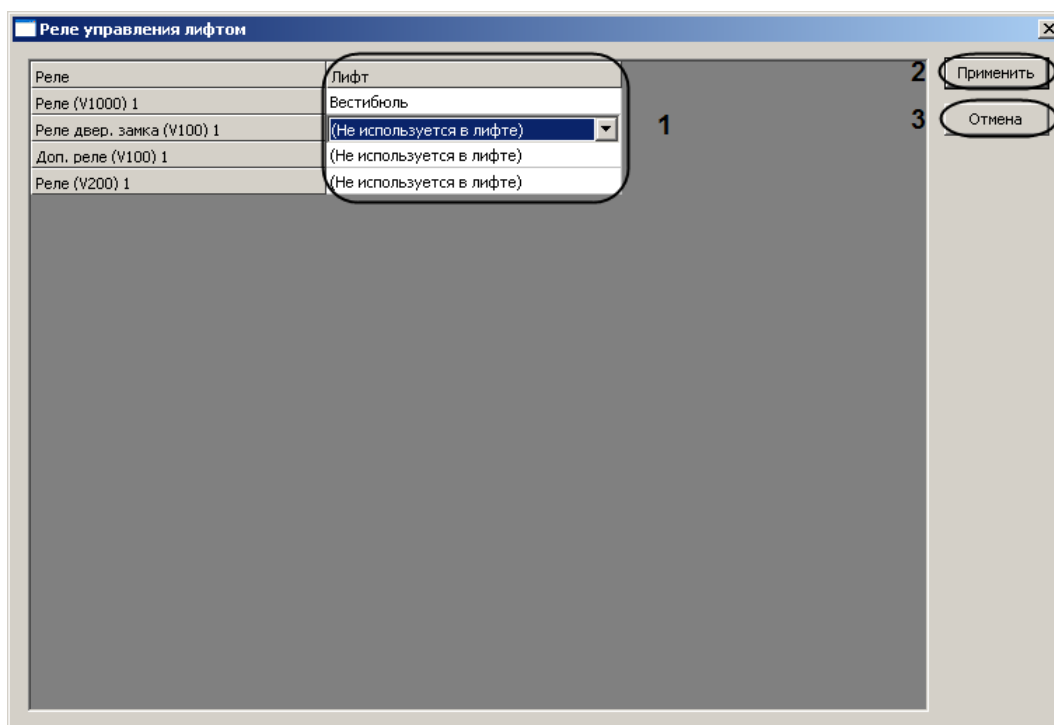

Рис. 3.7—6 Реле управления лифта
- Откроется окно **Реле управления лифтом** (Рис. 3.7—6).
- 7.2 Для каждого реле контроллера V2000 выбрать группу лифтов, к которой оно принадлежит (см. Рис. 3.7—6, 1).
- 7.3 Нажать кнопку **Применить** для сохранения изменений (см. Рис. 3.7—6, 2).